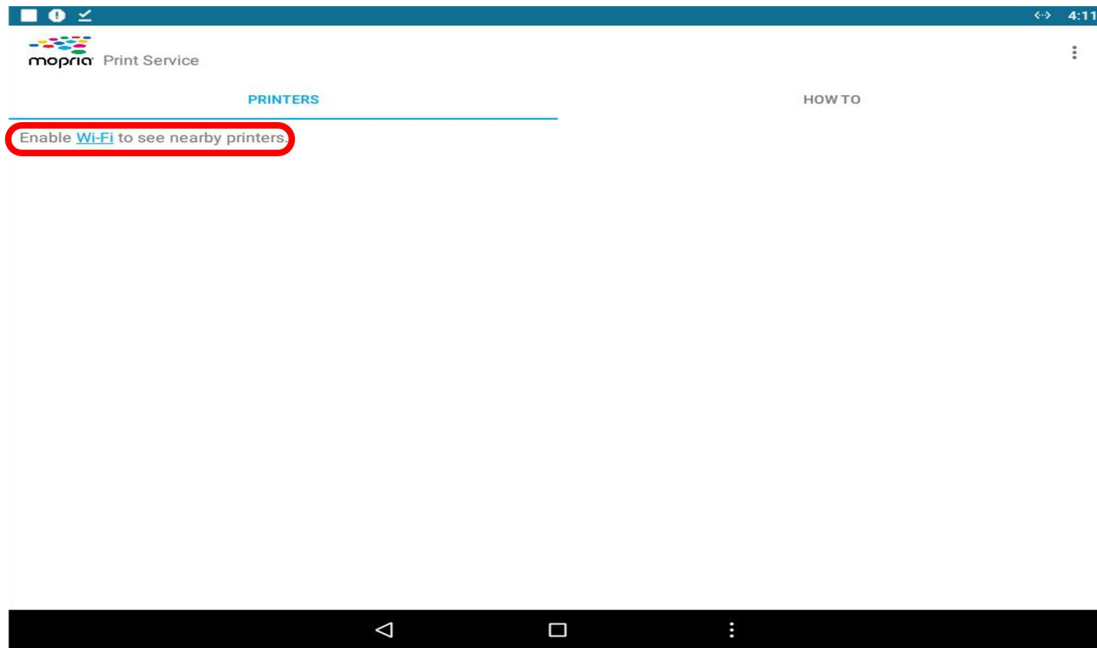

Рисунок 8
4. В интерфейсе приложения печати нажмите «Enable Wi-Fi to see nearby printers» для подключения к Wi-Fi принтера (рисунок 8). Успешное подключение Wi-Fi показано на рисунке 9.